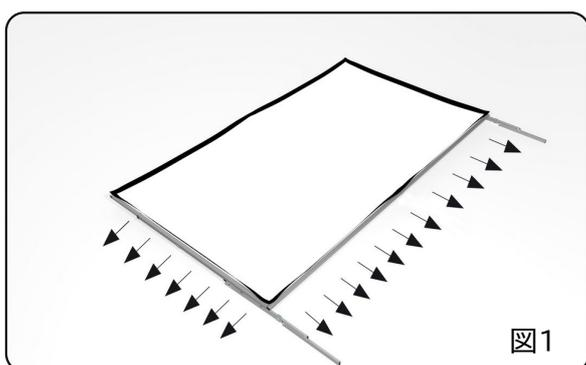
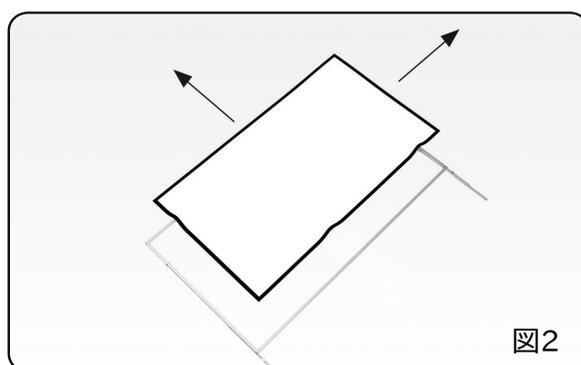

図1
図2
● 図1～図5の順にフレームを組み立てます。
(2) スクリーンの張り込み
- 図1の順で図2、図3のように各コーナーのプレートにクリップを掛けます。
(3) 専用スタンドを使用したスクリーンの設置
- 図1～図2のように設置したい高さになるようスタンドをフレームに合わせます。
- T-Legスタンド使用の場合は図1～図3のようにスクリーンを起こします。
- 図1のように縦横2辺のクリップを外します。
- 図2の矢印の方向にスクリーンをずらしてフレームから外します。